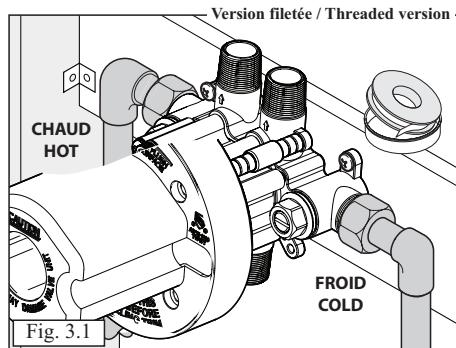

Fig. 3.1
- **VERSION FILETÉE** : Utiliser du ruban d'étanchéité pour filetage si nécessaire (fig. 3.1).
- **THREADED VERSION** : Use thread sealant tape if necessary (fig. 3.1).